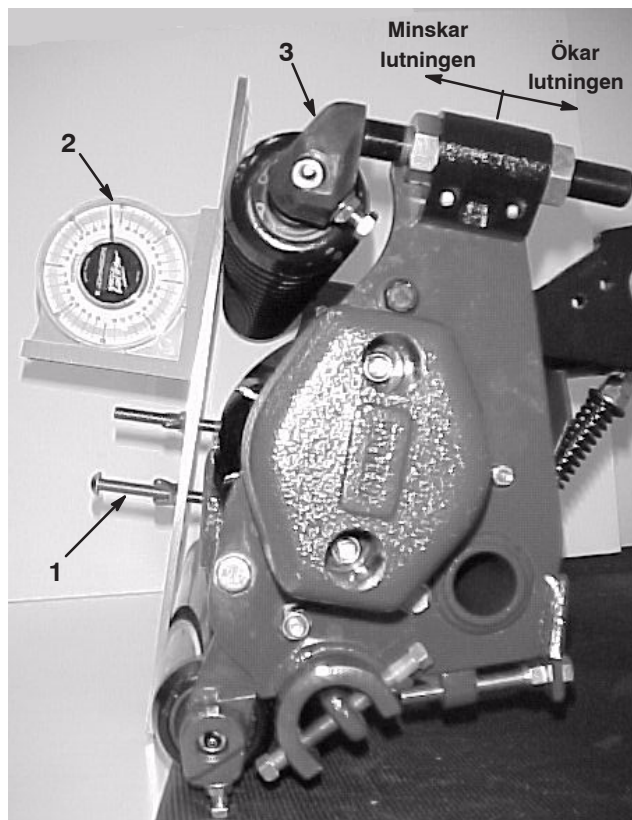

fig. 11
**Observera:** Om den främre klipphöjdssatsen, artikelnr 104–8205, är installerad på klippenheten (fig. 11) justerar du den främre rullen till önskad lutning och återställer lutningsskruven. Mätstången kan nu användas för att ställa in maskinens återstående klippenheter.
**Observera:** Om den främre klipphöjdsatsen, artikelnr 104–8205, är installerad på klippenheten (fig. 11) justerar du den främre rullen så att den vidrör utjämningsplattan.